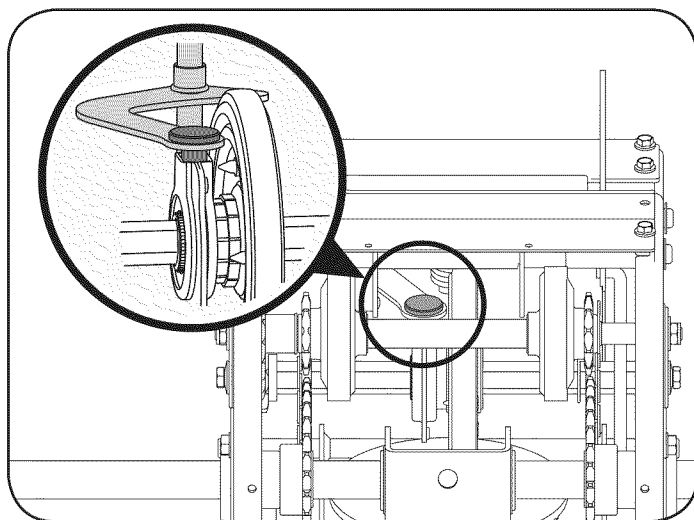

Figura 39
9. Reposicionar el montaje de la rueda de fricción en la nieve lanzador marco. Inserte el pasador de la evolución del brazo de montaje en la rueda de fricción de reunión y de mantener en la posición de montaje. Consulte la Figura 39.